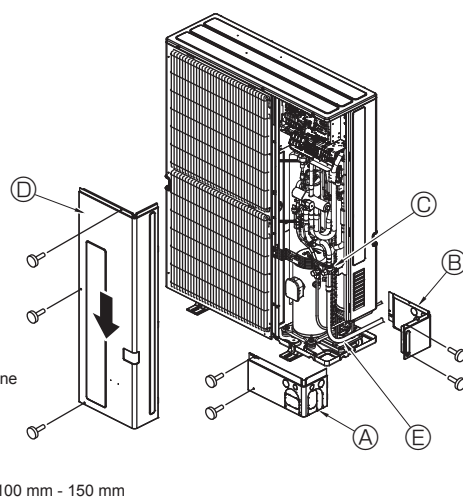

Fig. 4-7
4.5. Tubazione del refrigerante (Fig. 4-7)